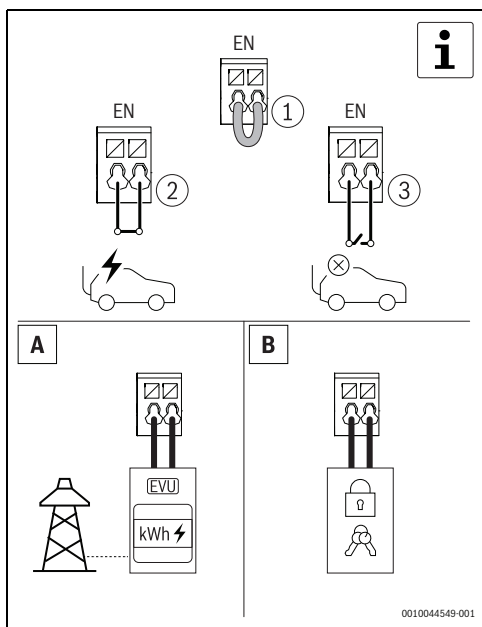

Fig. 359 Valgfri digital inngang
- ▶ Åpne Power Charge 7000i med RFID-kortet, appen eller den eksterne blokkeringsenheten. Dette trinnet er valgfritt (→ fig. 359 og 6.1.5, side 344).